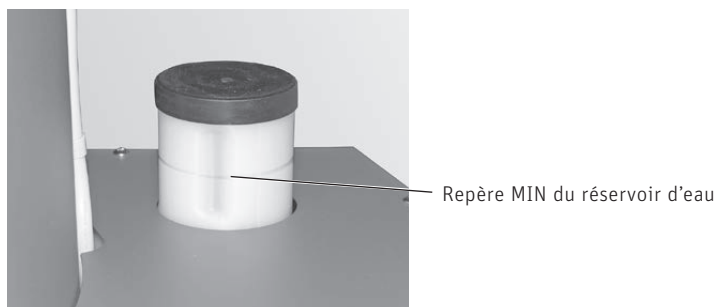

Fig. 68 Remplir le réservoir d'eau
- ▶ Retirer le bouchon du réservoir d'eau et faire l'appoint – Fig. 68.